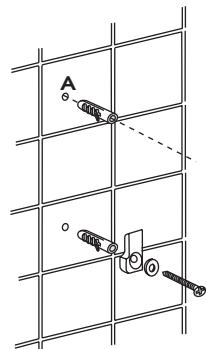

Fig. 2
- Fissate a parete nel foro inferiore con la vite e tassello in dotazione la placchetta in nylon fornita nella confezione (fig.2).
- Insert the dowels and fix the nylon support provided with the appliance in the lower hole (fig.2)
- Insérez les vis et fixez le support en nylon fourni avec l'appareil dans le trou inférieur (fig.2)